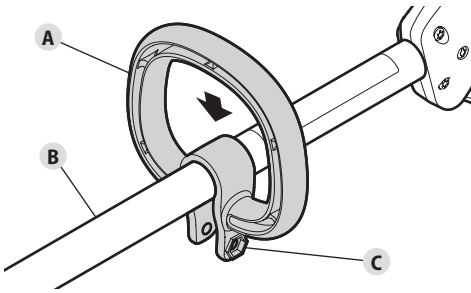

Fig. 8
1. Poussez le manche (Fig. 8-A) sur le tube supérieur de l'arbre (Fig. 8-B). Assurez-vous que les ouvertures du boulon hexagonal font face vers la gauche (Fig. 8-C).